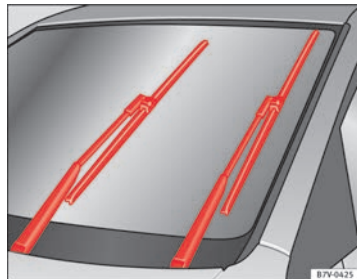

Fig. 137 Limpiaparabrisas en posición de servicio
- Conecte y desconecte el encendido y a continuación (antes de aprox. 9 seg.), desplace la palanca del limpiaparabrisas a la posición de barrido breve. Las escobillas se desplazan hasta la posición de servicio → fig. 137.